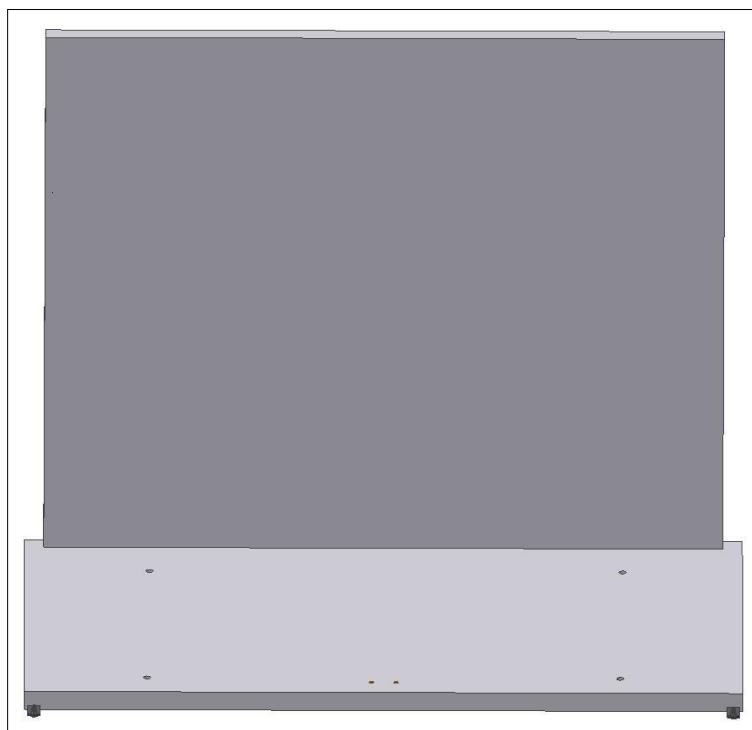

Fig. 3
- Encazar **el panel de la espalda** sobre el panel del fondo y apretar (Fig.3);